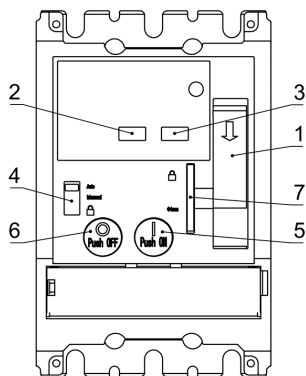

Рисунок 1 – Внешний вид лицевой панели привода ESMO T250
4.2 Доступно два режима управления приводом: ручной и автоматический. Выбор режимов управления осуществляется переключателем режимов управления (поз.4 рисунок 1).
4.3 Включение выключателя осуществляется за счет энергии взведенной пружины включения привода. Взвод пружины включения, в зависимости от выбранного режима управления, может осуществляться в ручном режиме – рычагом ручного взвода (поз.1 рисунок 1), в автоматическом режиме – встроенным электродвигателем.
При выборе ручного режима, управление осуществляется с помощью кнопок включения (поз.5 рисунок 1) и отключения (поз.6 рисунок 1); взвод пружины включения привода осуществляется рычагом ручного взвода.
4.5 Привод может быть заблокирован с помощью 1–3 навесных замков (в комплект поставки не входят) с диаметром дужек: 4 мм – для типоразмеров приводов ESMO T125- T160, T250; 4–6 мм – для приводов ESMO T400-T630. Для установки блокировки необходимо перевести выключатель в коммутационное положение «Отключено», перевести переключатель режимов управления в положение заблокировано, выдвинуть из корпуса привода скобу (поз.7 рисунок 1) и установить навесные замки. В заблокированном состоянии выполнение приводом любой команды, как в ручном, так и в автоматическом режиме управления, становится невозможным.